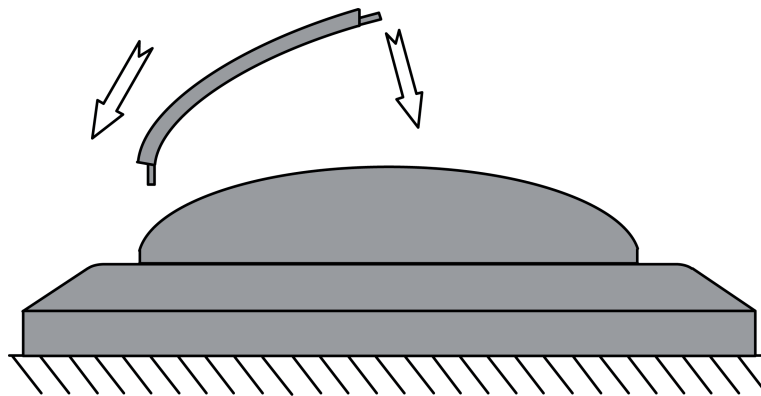

Bild 15: Blende 90° montieren
- Blende montieren (Bild 15). Erfassungswinkel ca. 90° .